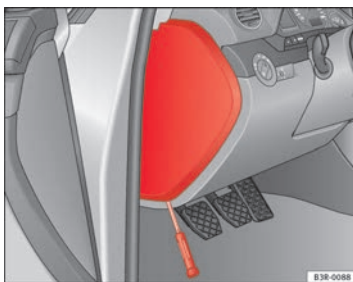

Abb. 190 Links in der Instrumententafel: Abdeckung des Sicherungskastens
- Zum Öffnen des Sicherungsdeckels ⇒ Seite 267, Abb. 190 einen Schraubendreher benutzen.